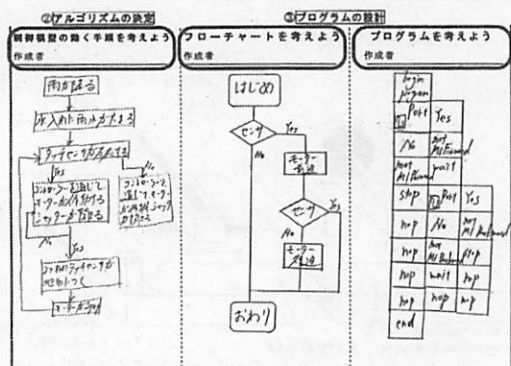

図7 プログラム作成のためのワークシート
技術分野では言語活動を意識した図化する作業を、さまざまな内容で取り入れられている。特に、プログラムによる計測・制御では、ロボットを動作させるためのプログラム作成のために、動作手順をアルゴリズムやフローチャートなどで表現し、思考を可視化することで、言語活動を意識した学習内容を設定した。図7が、プログラム作成時に、アルゴリズムからフローチャート、プログラムの関係を可視化し思考させるためのワークシートである。
- ①システムの分析
- ②アルゴリズムの作成
- ③フローチャートの作成
- ④プログラムの作成
- ⑤プログラムのテスト
これらの工程②から④が、図7の「ロボットの動きを考えよう」から「プログラムをつくろう」に該当する。②では、ロボットの作業手順を文字や矢印を使って表現する。
③では、②をフローチャートを用いて情報処理の手順として図化する。④では、既存の知識であるプログラム処理のコマンドを使って表現する。いわば作業工程そのものが文字から図化する工程だといっても過言ではない。そこで、生徒自身が自分の考えを整理し、よりよいアイデアがないか思考するのである。